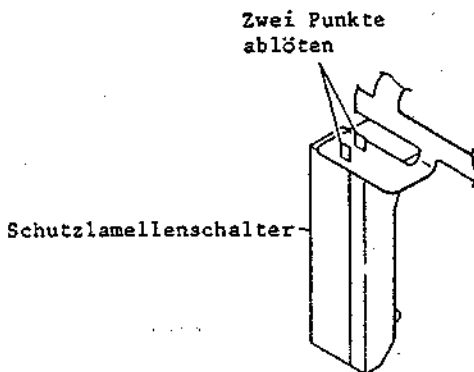

Abb. 2-54 Ausbau des Schutzlamellenschalters
3-10 Ausbau des Schutzlamellenschalters (Abb. 2-54, 2-55)
2. Den Schutzlamellenschalter an zwei (2) Stellen ablöten (siehe Abb. 2-54).